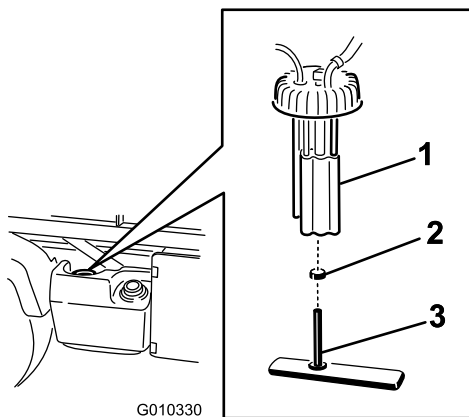

Bild 57
2. Ziehen Sie die Kabelbaumstecker von der Kraftstoffpumpe ab (Bild 57).
3. Lösen Sie die Schlauchklemmen und schließen Sie die Kraftstoffleitung vom Kraftstoffpumpendeckel ab (Bild 57).
4. Schrauben Sie den Deckel der Kraftstoffpumpe von der Oberseite des Kraftstofftanks ab (Bild 57).
5. Entfernen Sie die Kraftstoffpumpe und den Kraftstofffilter vom Tank (Bild 57).
6. Entfernen Sie die Klemme, mit der der Kraftstofffilterschlauch am Kraftstoffpumpen-Anschlussstück befestigt ist (Bild 57).
7. Schließen Sie den Schlauch vom Anschlussstück ab (Bild 57).